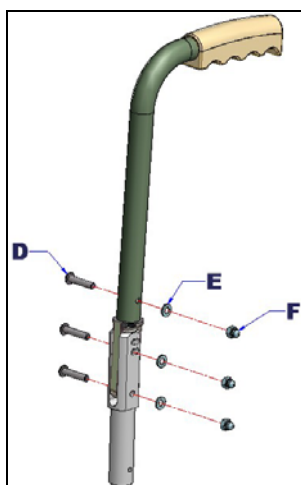

Figure 7 : Ajustement en hauteur du dossier.
On peut ajuster la hauteur des montants de dossier. La plage d'ajustement est de 4 pouces par incrément de (1) pouce (voir; figure 7).